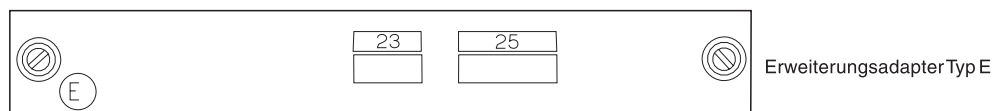

Abbildung 138. Erweiterungsadapter Typ E
1. In Abb. 138 die Buchse, über die die Einheitenkabel an Erweiterungsadapter Typ E angeschlossen werden, mit einem X kennzeichnen.